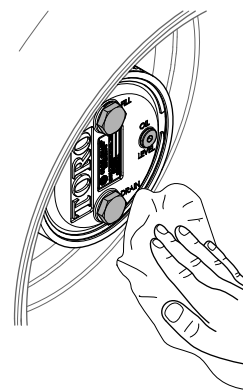

図 70
3. プラネタリハウジングとブレーキハウジングをきれいに拭く図 70。